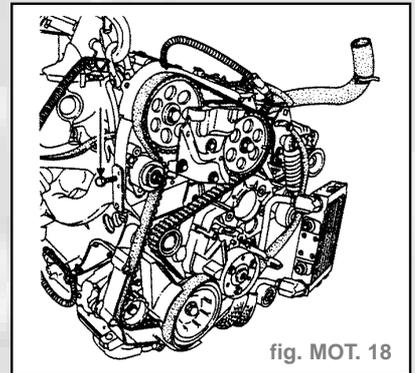

fig. MOT. 18
- Tendre la courroie de distribution en vissant une vis (**B**) sur le carter intérieur de distribution (fig. MOT. 18).